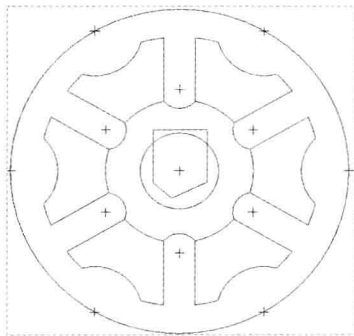

图 3-1 图形文件
Step 01 按【Ctrl+O】组合键,打开图形文件,如图 3-1 所示。